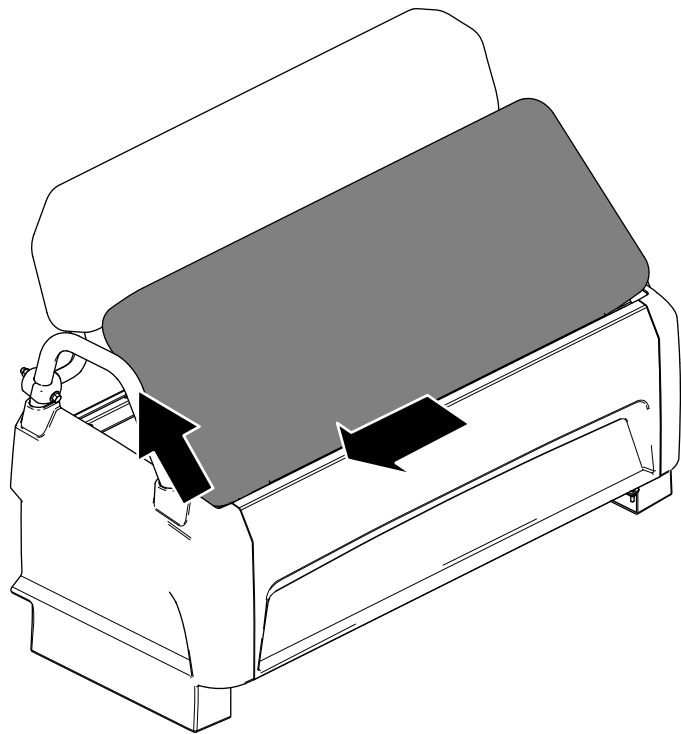

Figure 32
2. Glissez le coussin sur le côté pour le dégager des goupilles, et soulevez-le (Figure 32).